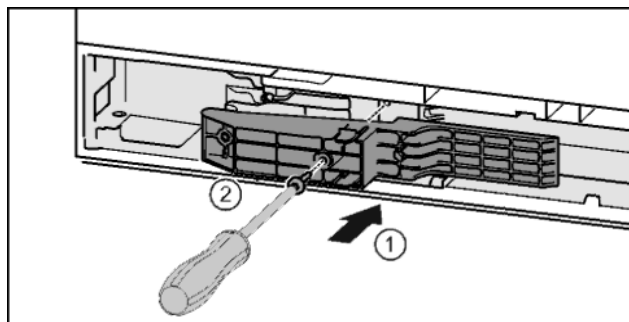

Fig. 42*
- ▶ Вставить деталь адаптера в отверстие на стороне ручки. Fig. 42 (1)*
- ▶ Затянуть винты отверткой T15. Fig. 42 (2)*